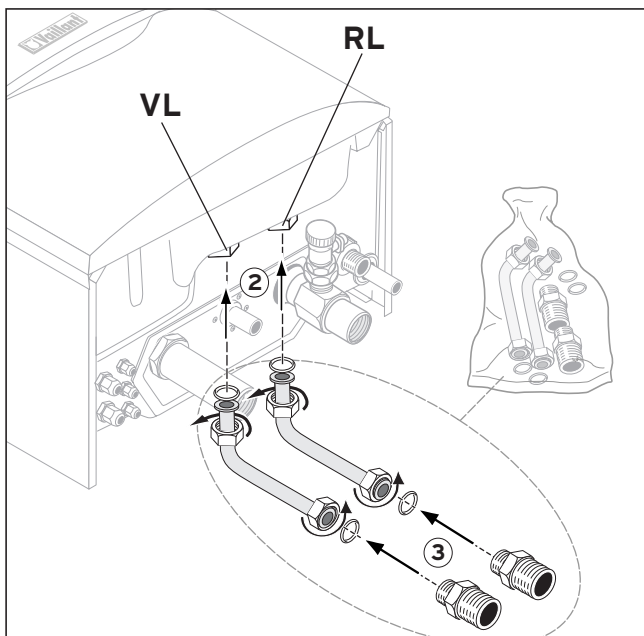

Fig. 3: Monter beholdertilslutningsrørene og reduktionsstykkerne
- Monter de to beholdertilslutningsrør (frem- og returløb) med tilhørende pakninger (Fig. 3).
- Monter et reduktionsstykke med pakninger (R 3/4 - R1) på beholderfrem- og returløbet (Fig. 3).
Posen i Fig. 3 er indeholdt i kedlens tilbehørspakke.